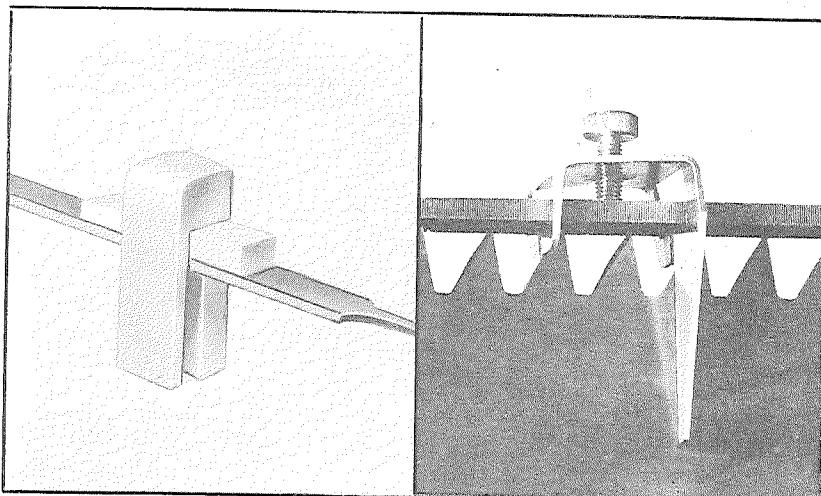

Fig. 50.
En tannavretter er lett å lage selv, se fig. 50. Det er også billig å anskafle en ferdig avretter som fig. 51.
a. *Tannavretting*. Formålet med tannavretting er å justere saga slik at alle tannspisser får samme høyde, det vil si: ligger på samme tannlinje. Tannavrettingen utføres helst med en noe slitt fil som fastspennes i en tannavretter (se fig. 50 og 51).